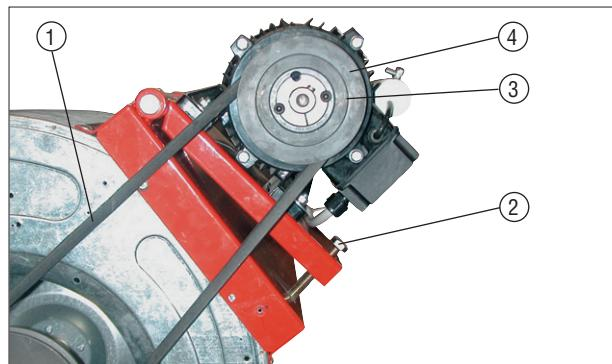

Fig. 2
- Si le générateur d'air chaud a le ventilateur centrifuge monté et le valeur du débit d'air est différent du débit spécifié, il faut effectuer les opérations suivantes (Fig.2):
- 2) enlever la vis (2) du chariot du moteur;
- 3) enlever la courroie (1);
- 4) desserrer les vis (3);
- 5) faire tourner la partie mobile (4) de la poulie en la dévissant ou en la vissant pour respectivement diminuer ou augmenter la rapidité de rotation et donc, le débit de l'air du ventilateur;
- 6) bloquer les vis (3);
- 8) répéter les opérations de (1) à (7) jusqu'à ce que le débit de l'air ait atteint sa valeur nominale.